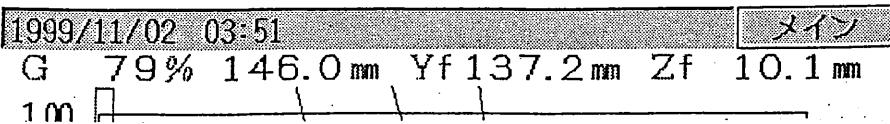

図 5.6 時計表示・ガイダンス表示エリアと探傷・測定結果表示エリアの表示例
時計表示・ガイダンス表示エリア（上段）と探傷・測定結果表示エリア（下段）を図5.6に示します。
(2) 探傷・測定結果表示エリア (図 5.6 参照)